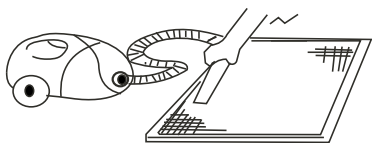

Рис. 1
- При чистке фильтра пылесосом держите его за загрязненную поверхность вверх (рисунок 1).